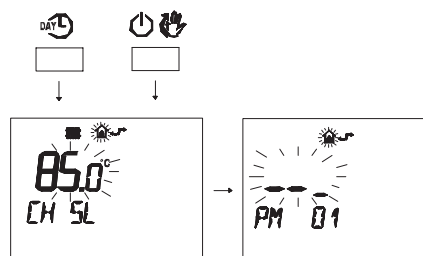

Figura 5.49
- Pulse simultáneamente los botones **DAY** y **ON/OFF** para entrar en la modalidad de programación transparente (Figura 5.49)